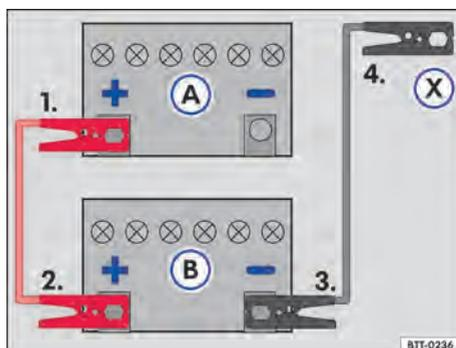

Fig. 145 Esquema para a conexão dos cabos auxiliares de partida: bateria do veículo descarregada (A) e bateria do veículo fornecedora de corrente (B).
Legenda para → Fig. 145:
Conectar o cabo auxiliar de partida somente na sequência 1 – 2 – 3 – 4 → Fig. 145.
- Conectar uma extremidade do cabo auxiliar de partida *vermelho* ao polo positivo (+) do veículo com a bateria do veículo descarregada → Fig. 145 Ⓐ → ⚠.